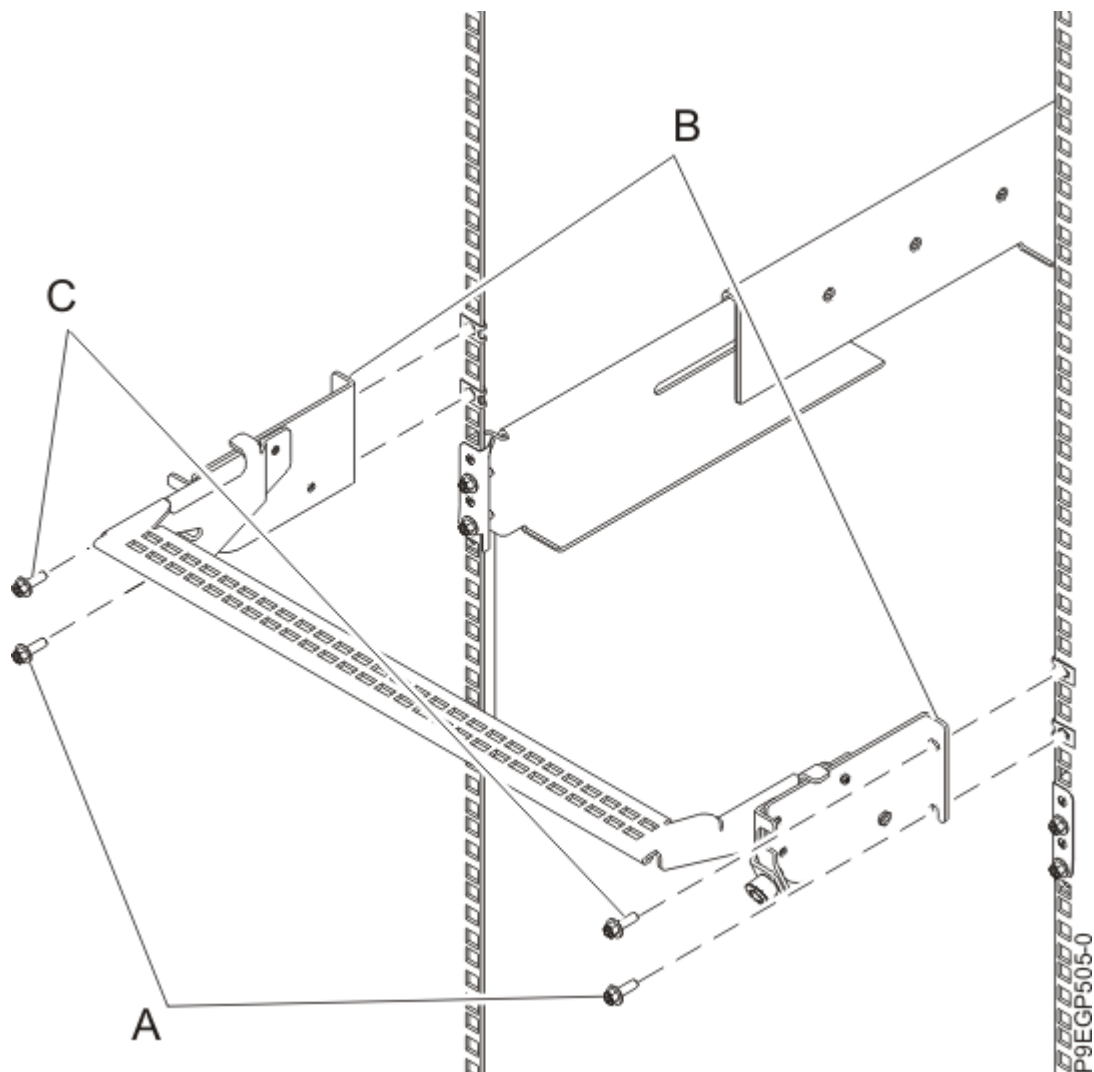

図 11. ケーブル管理ブラケットの取り付け
- a. ラックの背面で、2 本の M5 ねじ **(A)** を、ナット・クリップが取り付けられているドロワー・レール・クランプの真上に軽く締めます。この 2 本のねじは、ケーブル管理ブラケットをラックに対して支える底部のねじになります。16 ページの図 11 を参照してください。
- c. 16 ページの図 11 に示すように、ブラケットの取り付けフランジ **(B)** を、ラックのフランジの上部の穴に合わせます。